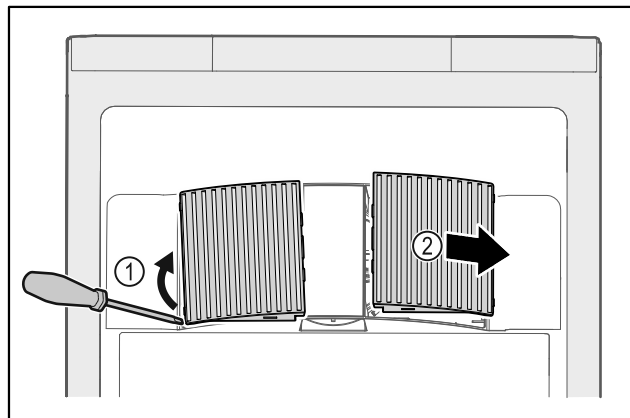

Fig. 58
- ▶ Ventilatoriaus uždangalus atsargiai nukelkite iš šono Fig. 58 (1) ir nuimkite į priekį Fig. 58 (2).